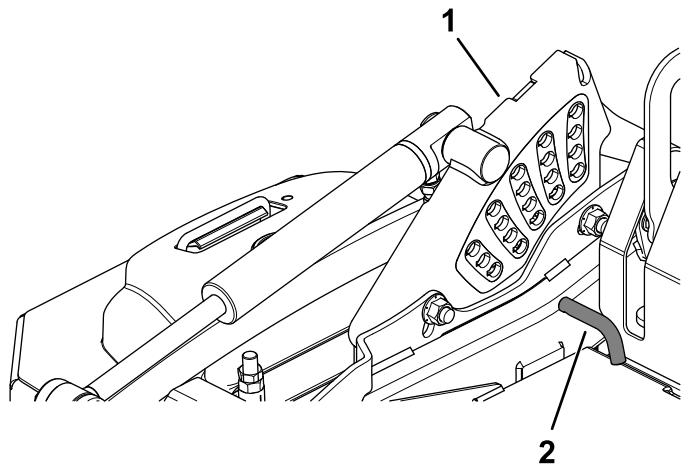

Рисунок 25
- Повертайте штифт висоти різання, доки циліндричний штифт, розташований в ньому не вирівнюється з канавками в отворах у кронштейні висоти різання та вийміть його (Рисунок 25).
- Вставте штифт висоти різання у отвір, що відповідає необхідній висоті різання (Рисунок 25).
- Див. наліпку на боковій стороні плити для підйому кожуха щодо висоти різання (Рисунок 25).